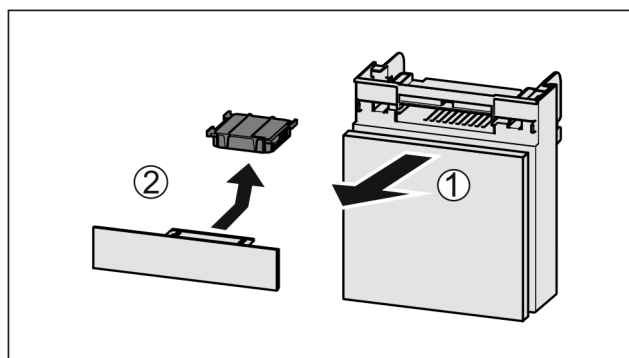

Fig. 40
- ▶ Zásuvku vytáhněte dopředu Fig. 40 (1).
- ▶ Filtr s aktivním uhlím vyjměte Fig. 40 (2).